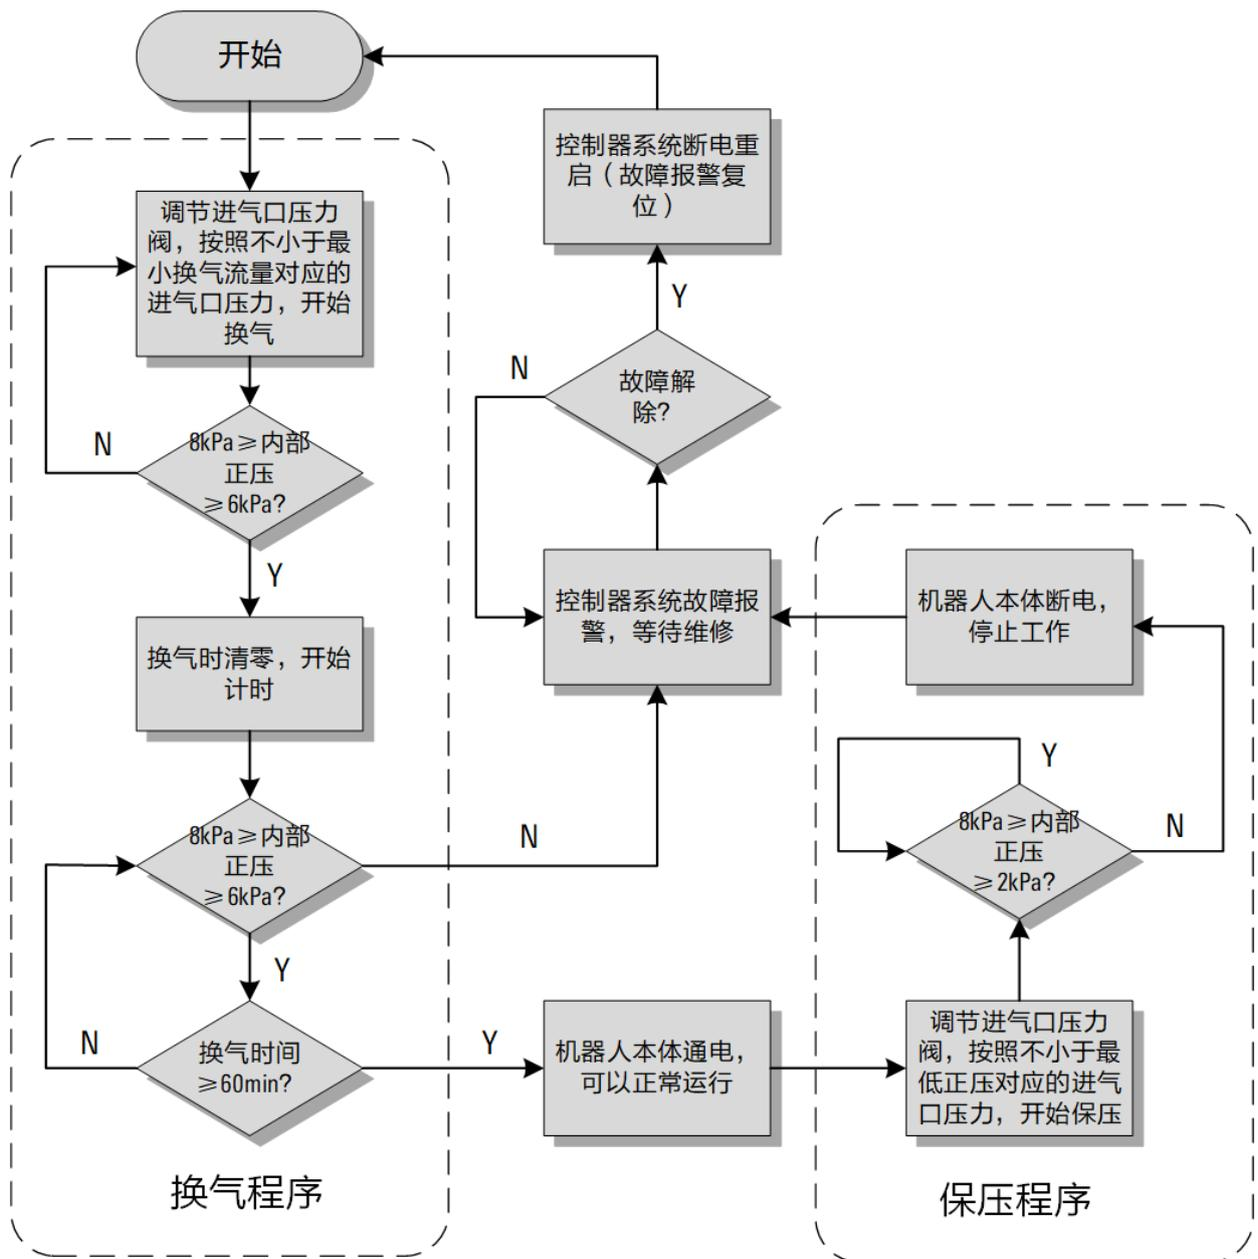

图 5-5 运行流程图
为保证机器人的防爆性能及安全运作，在：①初次使用机器人时、②因机器人内部压力异常导致断电之后、③拆开机器人盖板维护检修之后等情形下，须对机器人内部腔体进行充分换气并维持规定的正压，控制器系统才允许对机器人本体通电。机器人换气及维持正压的运行流程见图 5-5 所示。